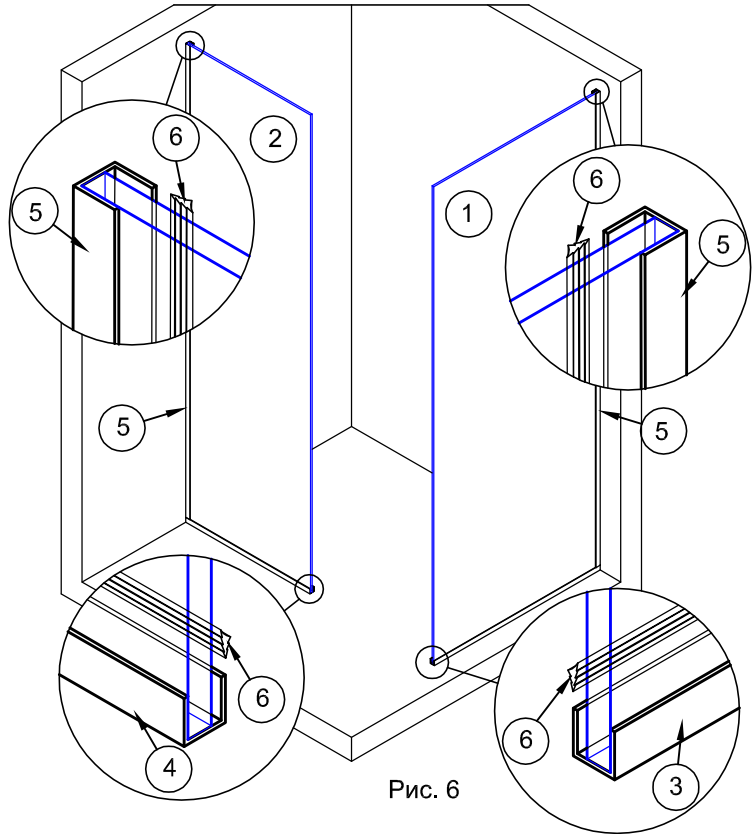

Рис. 6
3.3. Зафиксировать положение стекол в профилях уплотнителем №6 з внутренних сторон по всей длине профилей (рис.6).